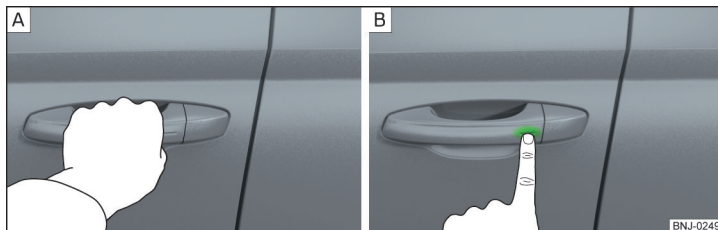

Fig. 31 Desbloquear vehículo / bloquear vehículo
- Agarrar la manivela para **desbloquear** el vehículo » fig. 31 - [A].
- Tocar el sensor en la manivela con el dedo para **bloquear** el vehículo » fig. 31 - [B].